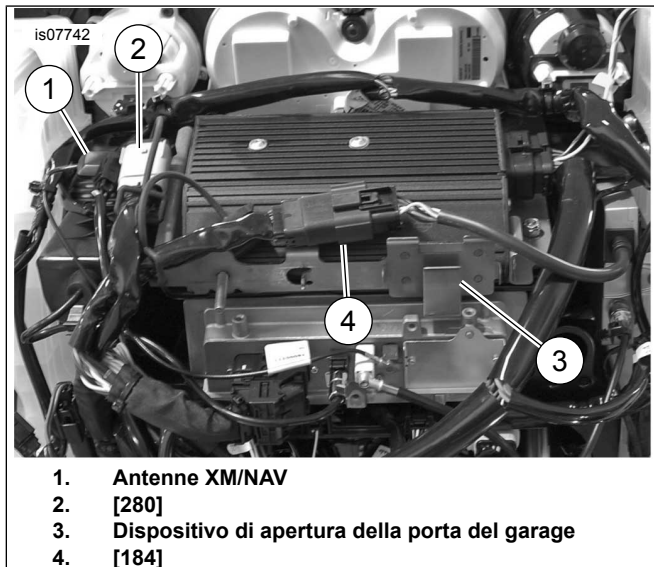

Figura 7. Riposizionamento del connettore
3. Vedere Figura 7 Inserire il connettore [184] e gli ancoraggi del connettore [280] nella staffa dell'amplificatore e, se in dotazione, posizionare le antenne SiriusXM e NAV.